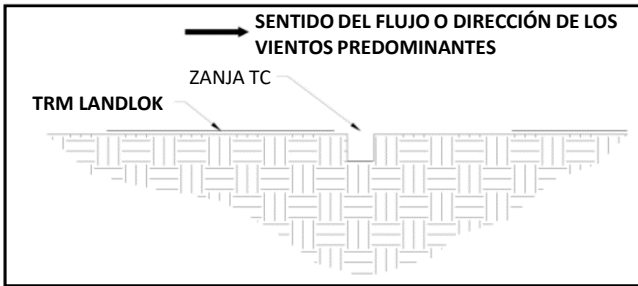
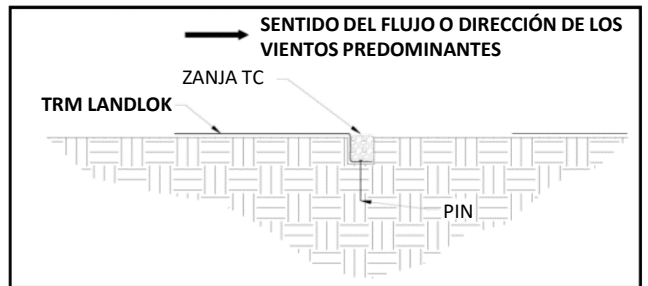

Figura 18: Alineamiento de la zanja de terminación de canal (TC)
Figura 19: Colocación de la zanja de terminación de canal (TC)
11. Tienda el último panel de LANDLOK en el lado aguas arriba de la zanja TC (Figura 18). Coloque el borde del panel en la zanja TC, asegúrese de que esté totalmente cubierta a lo largo de toda la zanja TC con el LANDLOK (Figura 19).
12. Asegure el LANDLOK con los pines en la zanja TC. La colocación sugerida de los pines para la zanja TC es a lo largo de la zanja con pines de 300 mm (Figura 19).
13. Rellene y compacte la zanja TC (Figura 19). La colocación sugerida de los pines para la zanja TC es a lo largo de la base de la zanja con pines a cada 300 mm al centro (Figura 19).